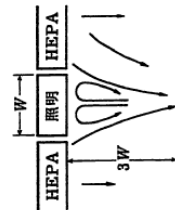

図 1-2-49 照明による乱流の影響
(1) クラス 100 : クラス 100 形 CR は層流で完全に空気を流すため、その気流の速度を決定しなければならぬ。風速は普通 0.2 m/s 以上 0.7 m/s 以下が使用される。0.3~0.5 m/s が標準値である。0.2 m/s 以下となると人の動作による乱流の影響が大となり、0.7 m/s 以上となると人が気流を感じるためである。吹出面に対する HEPA フィルタの面積は 100% とすることはできず、接続部、照明器具部などのデッドスペースができる。その影響は図 1-2-49 に示すとおりであり、最小としなければならぬ。
(2) クラス 10000~クラス 100000 :